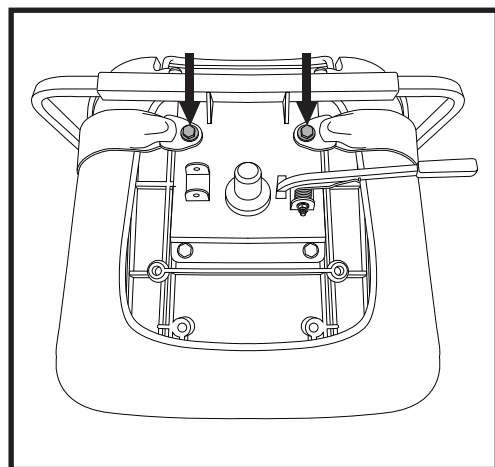

Figure 32. Boulons du ceinture de positionnement
2. Placez le siège à l'envers pour faire face à sa base. **Voir la figure 32.**
2. Pour bloquer le guidon en ligne droite, pesez sur le bouton et tournez-le 90° dans le sens des aiguilles d'une montre. **Voir la figure 32.** La roue avant doit faire face à l'avant afin de pouvoir bloquer le guidon.